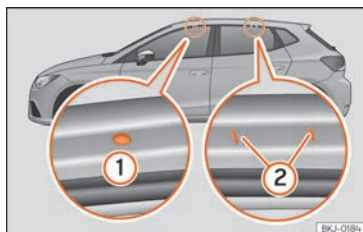

Abb. 144 Befestigungspunkte der Längsträger für den Dachgepäckträger
Die vorderen und hinteren Befestigungspunkte ① und ② sind nur bei geöffneten Türen sichtbar »» (Abb. 144).